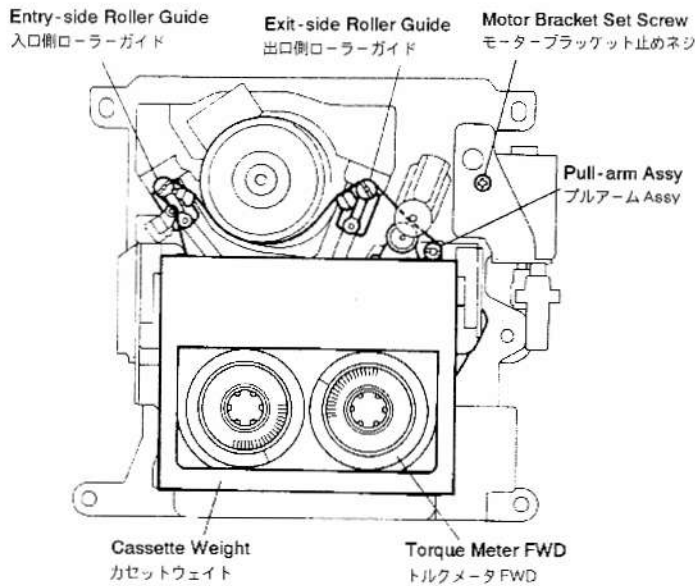

Fig. 4-1
2. Mount the torque meter FWD (TW-7131). (Refer to Fig. 4-1)
2. トルクメータ FWD (TW-7131) を装着する。(図4-1参照)